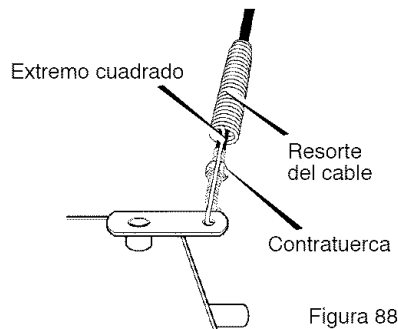

Figura 88
3. Meta el cable por el resorte hasta exponer la porción roscada del cable (Figura 88).